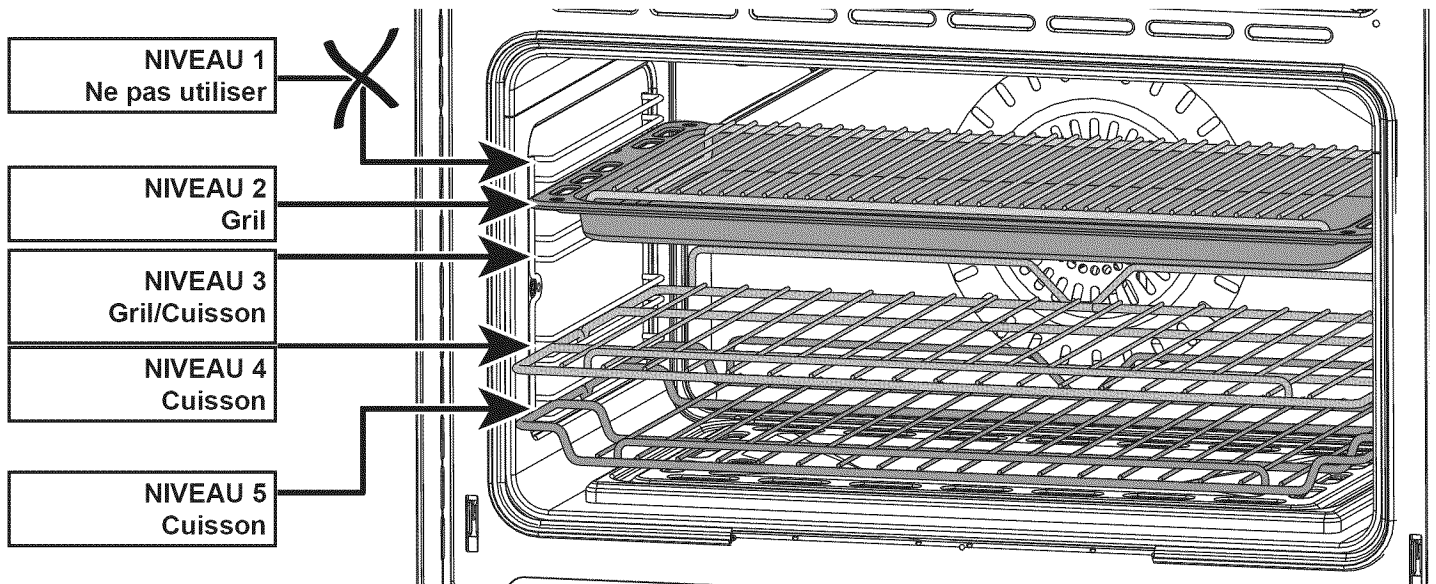

Fig. 3.5
- Placez la lèchefrite (plaque du four + porte-grill) sur le deuxième niveau par le haut (fig. 3.5).